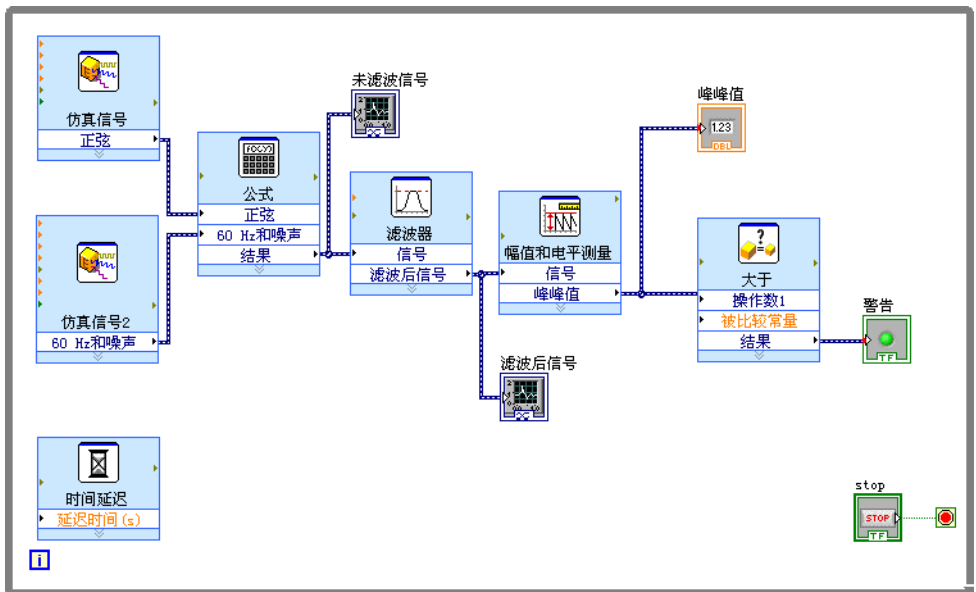

图 3-5 警告灯 VI 的程序框图
- 在程序框图上，将**警告**接线端移至“大于” Express VI 的右侧。确保**警告**接线端位于 While 循环内部，如图 3-5 所示。
- 将“大于” Express VI 的**结果**输出端连线至**警告**接线端。程序框图如图 3-5 所示。